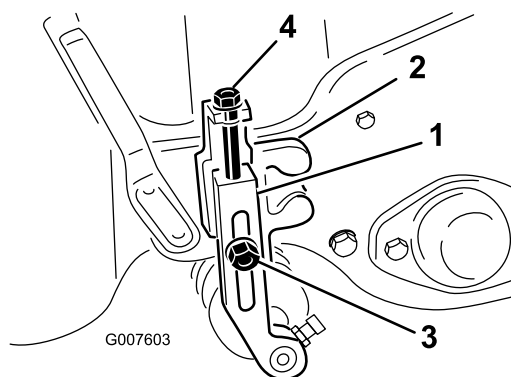

图49
2. 松开将剪草高度臂固定到剪草高度支架上的锁紧螺母图49。